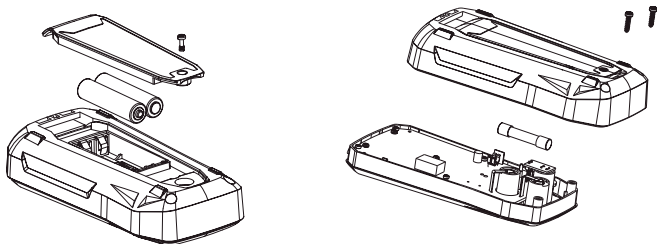

Рис. 11 Замена батарей и предохранителей
8. Замена батарей и предохранителей (см. рис. 11)